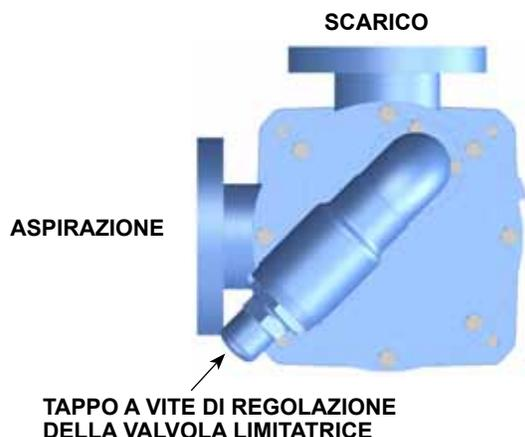

FIGURA 2
4. Il tappo a vite di regolazione delle pompe limitatrici della pressione deve essere sempre puntato verso il lato di aspirazione della pompa, vedere la **figura 2**. Quando la direzione della pompa viene invertita, rimuovere la valvola limitatrice della pressione e invertirne la posizione (vedere “Rotazione della pompa” a pagina 10).